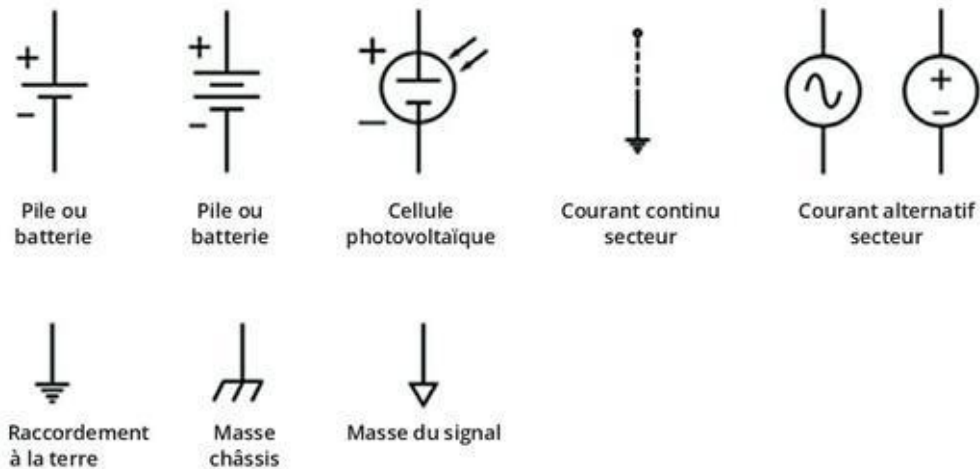

FIGURE 14-4 Symboles désignant les sources de courant et la masse
Un circuit peut être alimenté par une source de courant alternatif, comme le courant du « secteur », ou par une source de courant continu, c'est-à-dire une pile électrique ou un transformateur-redresseur. Dans un circuit alimenté en courant continu, par rapport à la référence 0 volt qui est la *masse*, l'alimentation peut être positive ou négative. La Figure 14-4 indique les divers symboles
Sur un schéma complexe, distinguer les diverses connexions à une source est parfois déjà une tâche relativement difficile. Le but de cette section est de clarifier ce point. Au cours de votre lecture, référez-vous à la Figure 14-4 pour bien comprendre quels sont les symboles utilisés.
- » **La symbolisation d'une pile ou d'une cellule photovoltaïque.** Chaque symbole de pile ou de batterie de la Figure 14-4 représente une source de courant continu avec deux bornes. Techniquement, le symbole comprenant deux traits parallèles représente une *pile* électrochimique simple, tandis que le symbole comprenant plusieurs traits (le deuxième) représente une *batterie* (constituée de plusieurs piles).